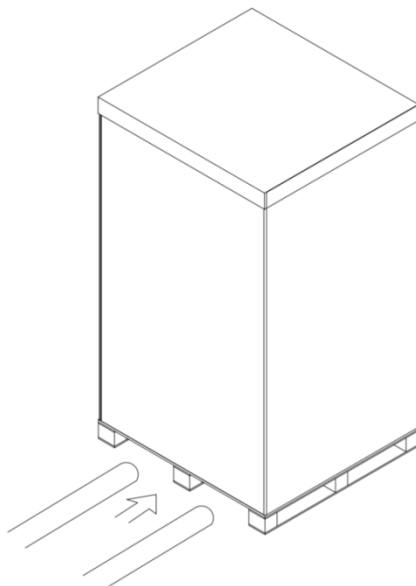

Figura 3-3 Transporte al sitio designado
Paso 2: Transporte el equipo al sitio designado mediante una carretilla elevadora, como se muestra en la Figura 3-3;